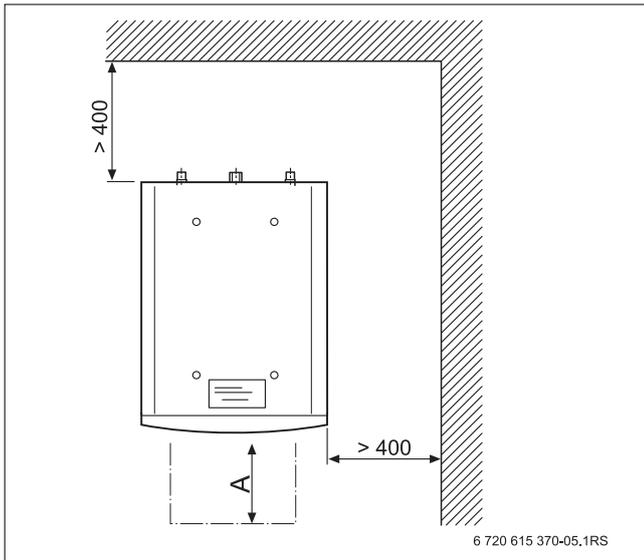

Рис. 5 Минимальные расстояния до стен (в мм)
При установке бака-водонагревателя соблюдайте минимальные расстояния, необходимые для монтажа и технического обслуживания (→ рис. 5). Выдерживайте также минимальные расстояния, рекомендованные для котла. Для замены магниевого анода и электронагревательных элементов (при техобслуживании) необходимо оставить достаточно свободного пространства перед баком-водонагревателем (→ таб. 4).
- ▶ Выдерживайте минимальные расстояния от стен (→ рис. 5).